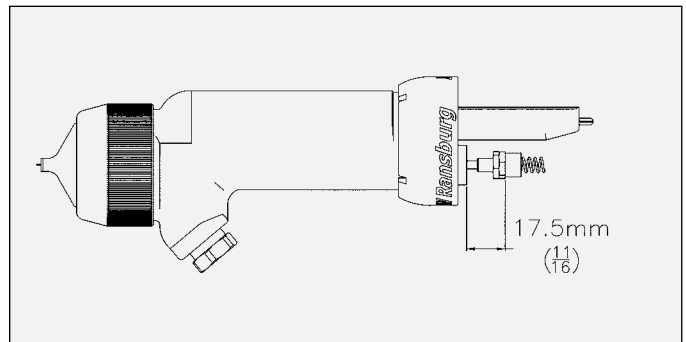

Figura 29: Dimensões da porca de ajuste do gatilho
21. Ajuste o retentor da mola do eixo da agulha até que a traseira do hexágono se encontre a 28/41 cm da superfície traseira da câmara de empanque do cilindro (consulte a Figura 29).